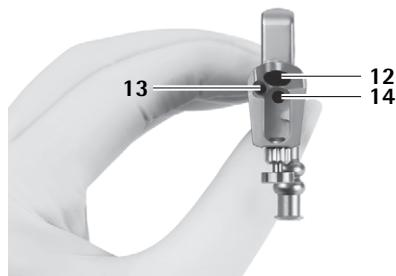

Fig. 1
- obturatorn för den ovala arbetskanalen 7 in i arbetskanalen 12, se Fig. 1.
Spolningsvätskan dräneras via den stora arbetskanalen 12 och den lilla arbetskanalen 13, se Fig. 1.